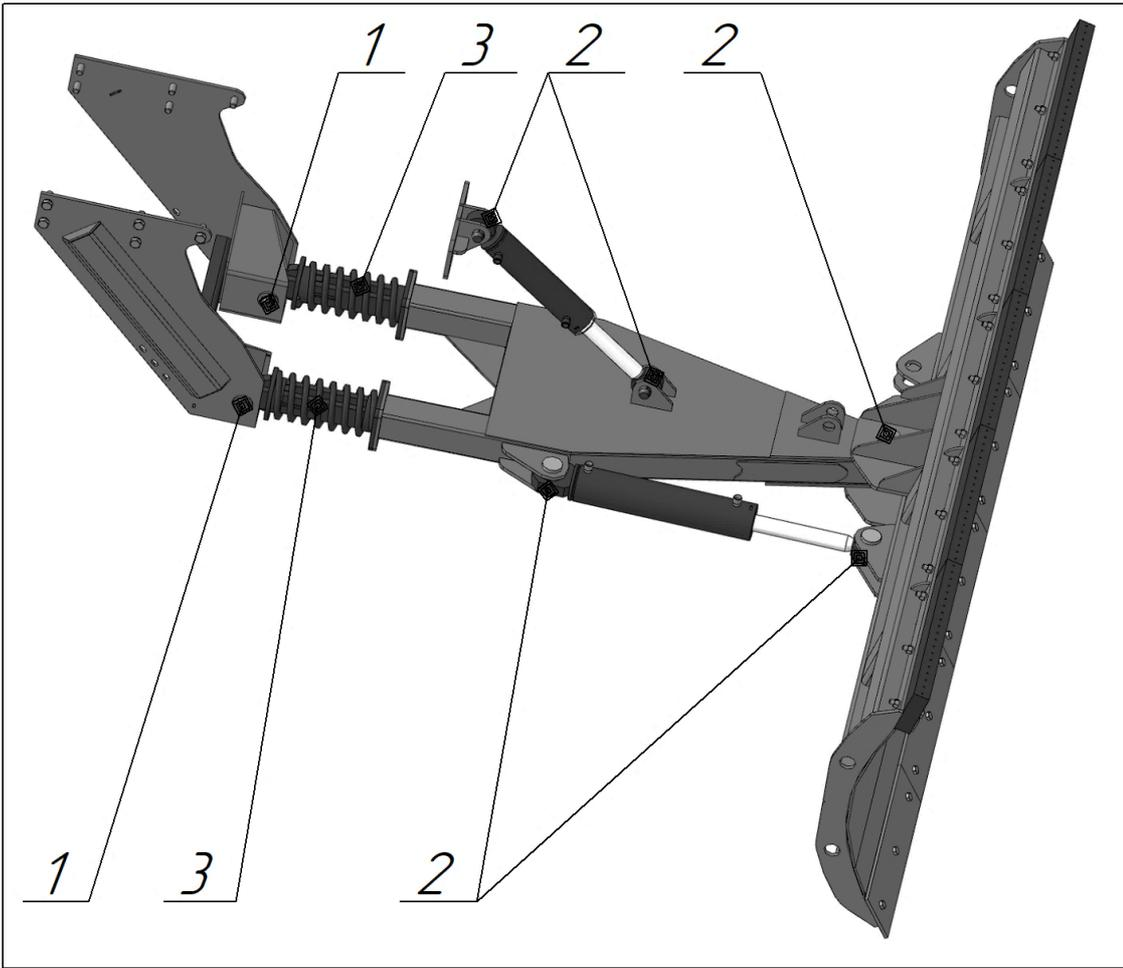

Рис. 3.1 Места нанесения смазочных материалов
- наличие смазки в местах согласно рис. 3.1 и табл. 3.2;
Места нанесения смазочных материалов, а также характеристики смазочных материалов приведены на рис. 3.1. и в табл. 3.2.